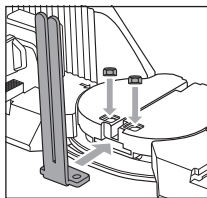

Abb. 2
- ◆ Schieben Sie den ersten Führungsstab **7** in eine Aufnahme und legen Sie zuerst nur eine Sicherungsmutter **10** mit der flachen Seite in die Aussparung (siehe Abb. 2).